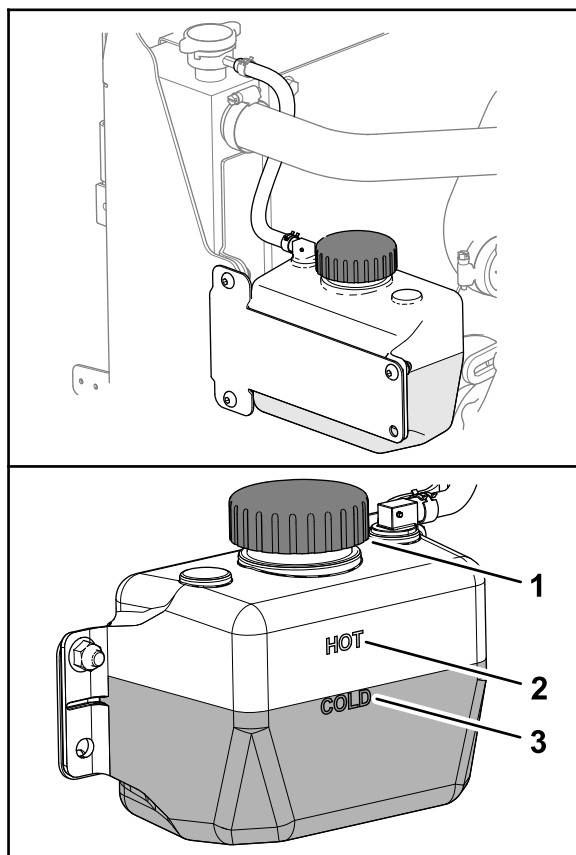

Figura 139
3. Verificai nivelul lichidului de răcire din rezervor (Figura 139).